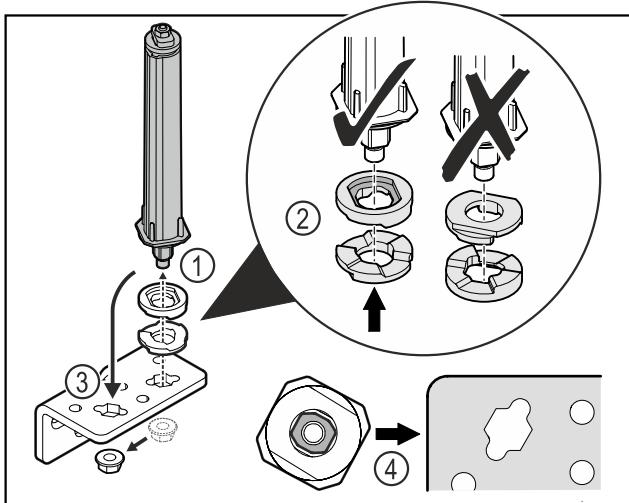

Fig. 35
- Uvoľnite maticu a odstráňte systém zatvárania dverí Fig. 35 (1).
- Dbajte na správne vyrovnanie podložiek na výškové prestavenie Fig. 35 (2).
- Premiestnite systém zatvárania dverí v uholníku závesu a zafixujte ho maticou Fig. 35 (3).
- Dbajte pri nasadzovaní na správne vyrovnanie systému zatvárania dverí Fig. 35 (4).